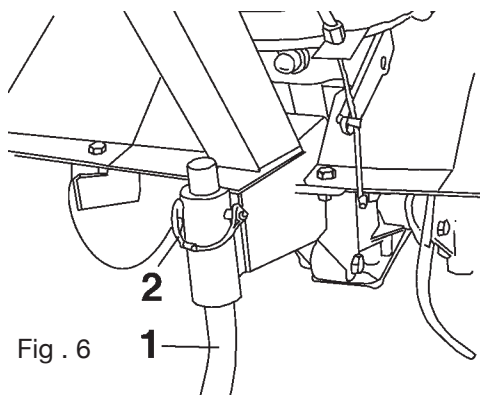

Fig . 6
Montare lo sperone (1) utilizzando la spina con molla (2) (fig. 6)